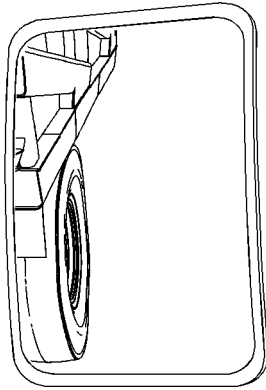

Ilustración 52
- El lado derecho de la caja del camión o del tanque de agua, y el neumático trasero que aparece en la ilustración 52